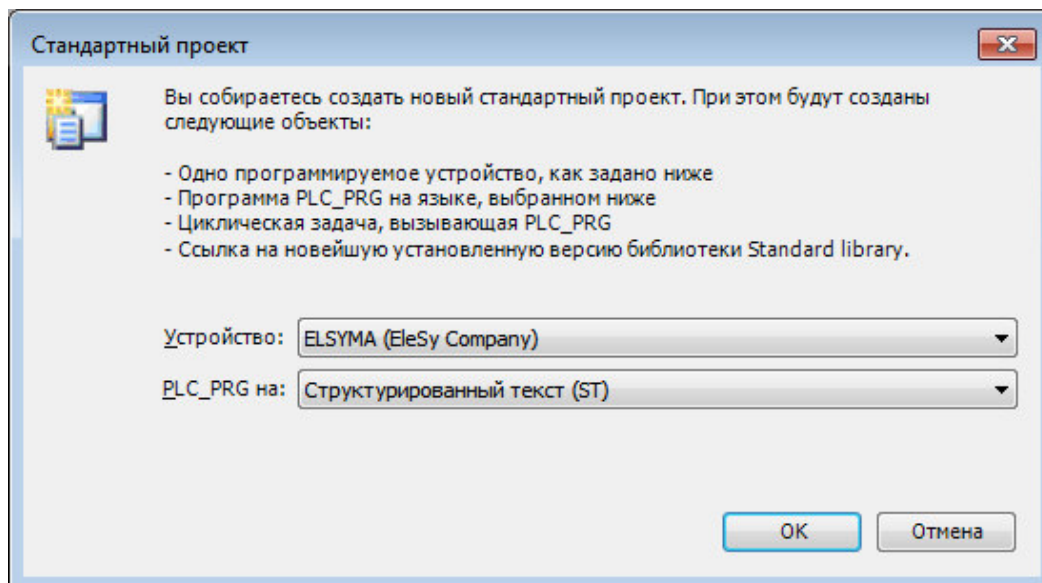
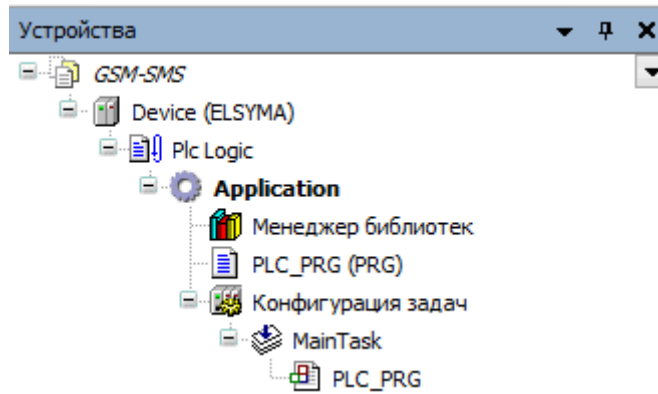

Рисунок 3.3 – Настройка стандартного шаблона проекта
Рисунок 3.4 - Дерево объектов проекта
4. В окне «**Стандартный проект**» в списке **Устройство:** выбрать контроллер – *ELSYMA (EleSy Company)*, в списке **PLC_PRG на:** – язык реализации основного программного компонента – *Структурированный текст (ST)* (рисунок 3.3). Нажать кнопку «**ОК**». Созданный проект отображается в области **Устройства** в виде дерева объектов (рисунок 3.4).